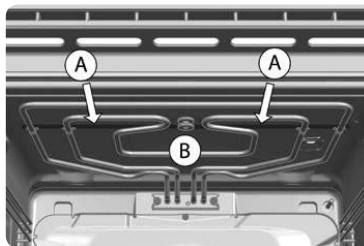

图 22
2. 用双手向烤箱背部的方向平推烧烤加热元件 (A)，从顶部固定螺丝 (B) 中取出。如图 22。